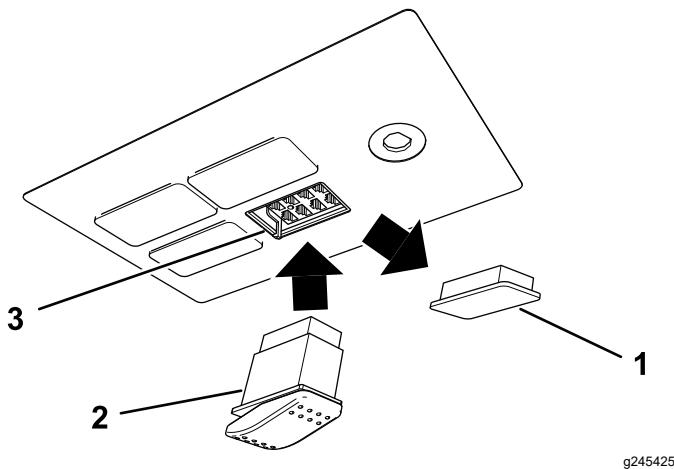

Рисунок 11
9. Снимите заглушку с передней левой части панели переключателей (Рисунок 11) и удалите ее в отходы.
10. Вставьте электрический разъем в переключатель и установите переключатель в панель переключателей (Рисунок 11).